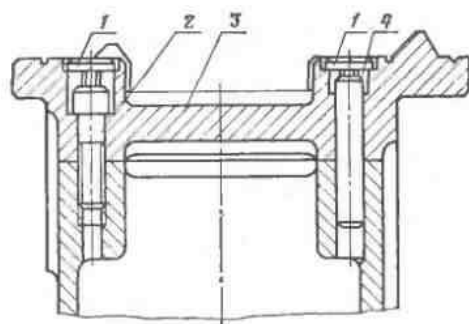

Рис. 37. Чертеж установки мостика на станину
13.9.3. Установка и снятие мостика (рис. 37). Станок 16К20Г поставляется с установленным на станине мостиком 3. При необходимости обработки деталей большого диаметра над выемкой в станине мостик снимается. Для этого нужно вывернуть пробки 1, удалить винты 2 и штифты 4.